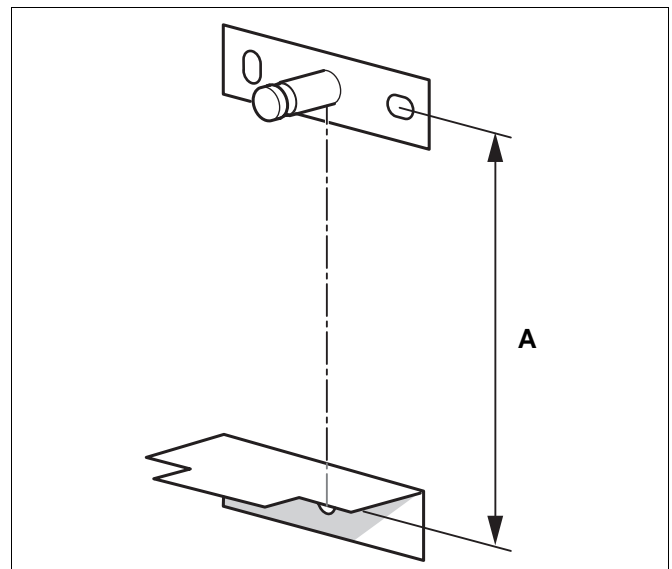

Abb. 7 Abstände – Komplettstation Logasol KS 01...
- Der Abstand zwischen Wandhalter oben und Abstandshalter unten variiert bei der Komplettstation Logasol KS 01... (Abb. 7) in Abhängigkeit von dem Typ der Komplettstation: